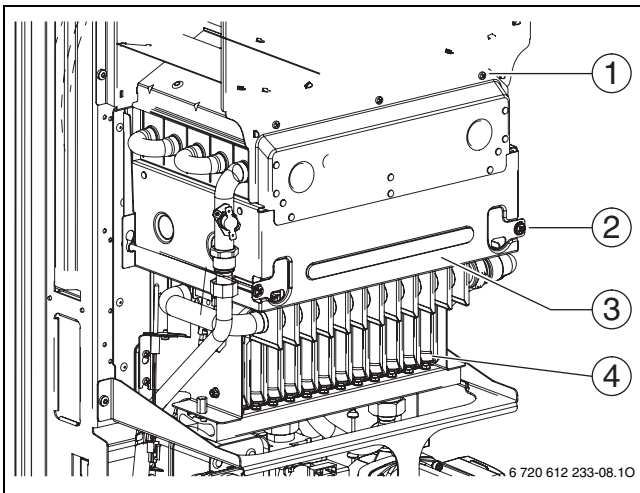

Bild 41 Brenner öffnen
- ▶ Vorderwand der Brennerkammer und Brenner abnehmen (→ Bild 41).